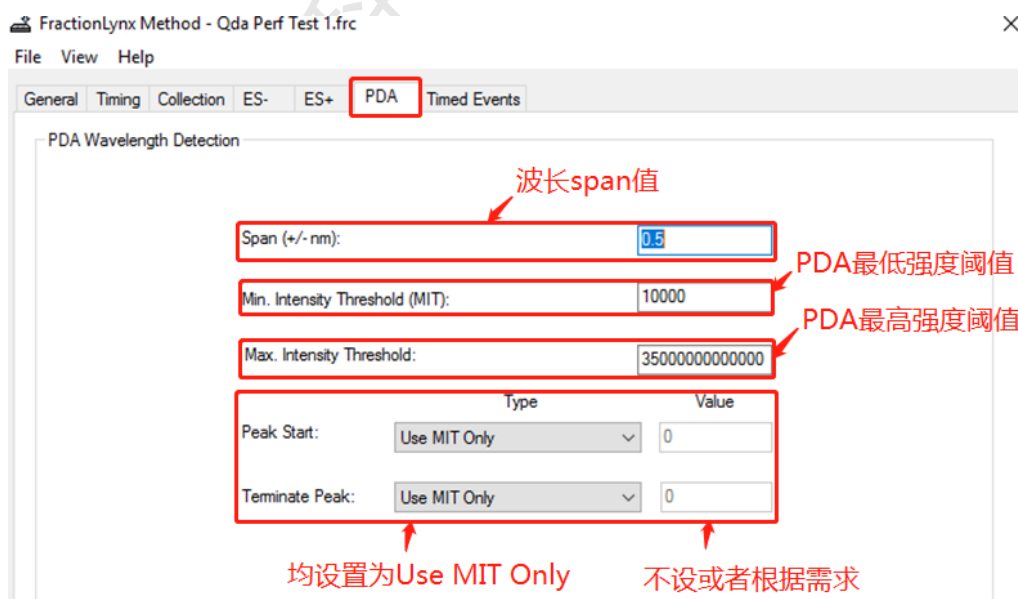

图6-43
**Step7 设置PDA:** 参见图6-43, MIT最低阈值设定方法, 选择PDA通道, 参加Step4图39-41。